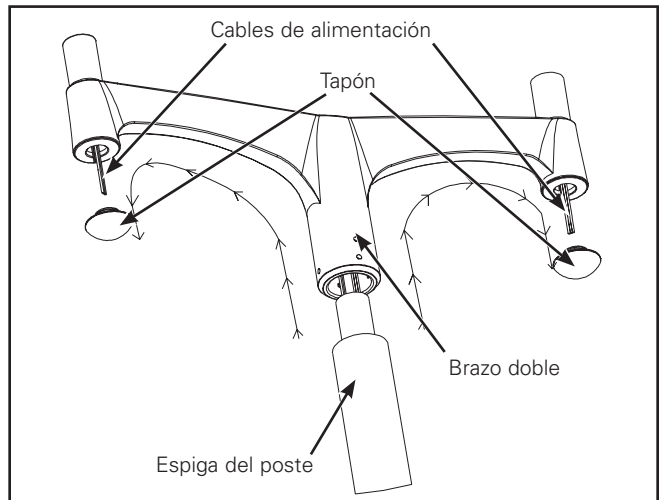

Figura 10.
2. Tire de los cables de alimentación de la espiga del poste y separe las conexiones de alimentación en dos con los conectores de alimentación a cada lado del brazo. (Figura 10.)